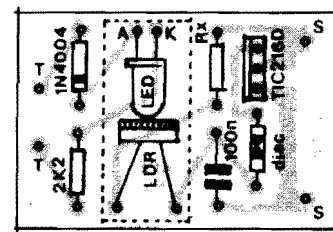

Fig. 3
**FIG. 3 - CHAPEADO DA MONTAGEM** - O lado dos componentes (face não cobreada...) mostra todas as peças posicionadas, identificadas pelos seus códigos, valores e outros dados "visuais" importantes... Observar, principalmente, os seguintes pontos: